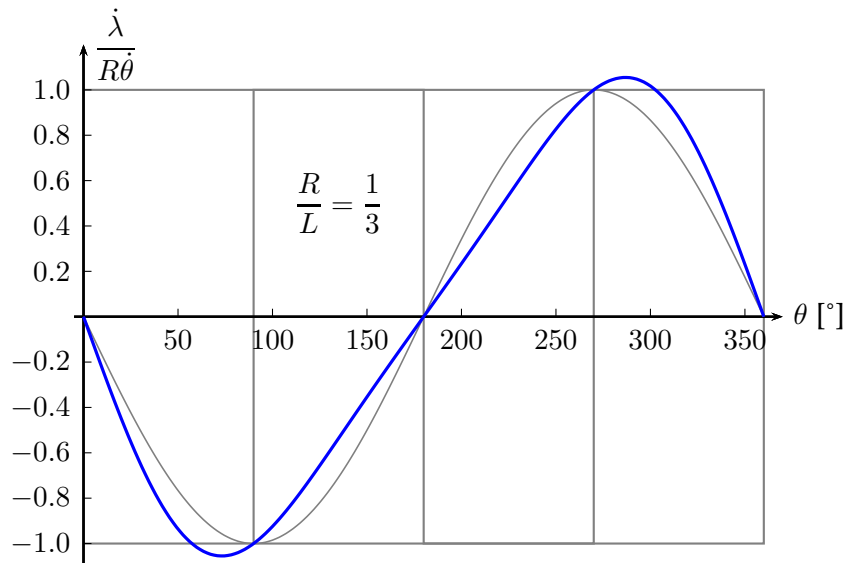

FIGURE 2 – Vitesse du piston $\dot{\lambda}$ pour un tour de manivelle
- Q7 La figure 2 propose le tracé de la fonction $\frac{\dot{\lambda}}{R\dot{\theta}}$ superposé au tracé de la fonction $-\sin \theta$. Sur le document réponse, interpréter les points remarquables de cette courbe et les mettre en corrélation avec les configurations géométriques correspondantes.